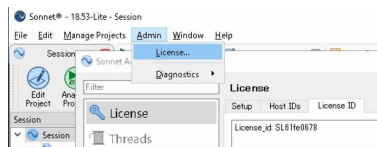

図 3.3 LicenseID の表示は “Session [タブ]” - [Admin] - [License...] , “License ID [タブ]”
**LicenseID を御知らせください** LicenseID から、お客様の SonnetLite が未登録なのか、あるいは製品版なのかを判別します。(図 3.3)